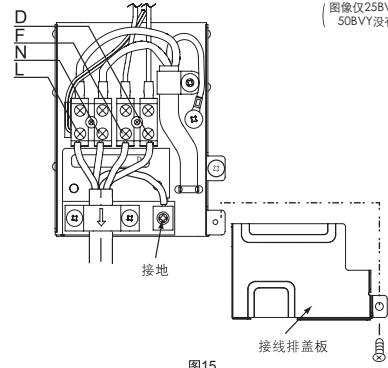

图15
- 连接电缆连接结束后，必须按图15所示装上接线盖板。
- 然后用手将面框右下角风室下盖板⑧、⑨处的勾子沿箭号相反方向推紧，装上风室下盖板。
· 先将连接电缆如下图将头部弯折。(如图15)